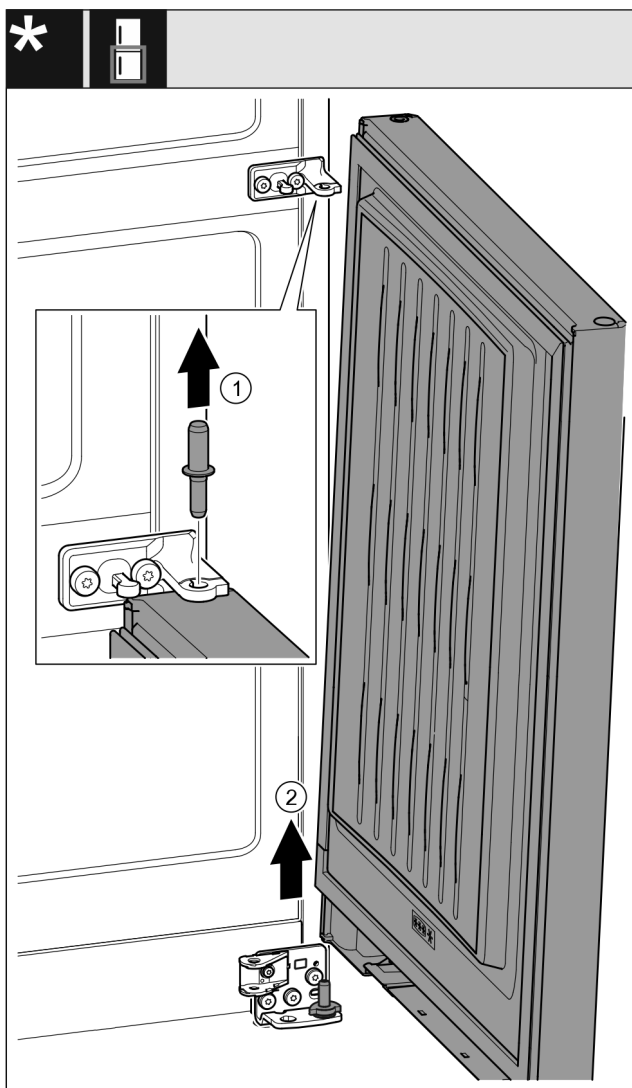

Fig. 23 *
- ▶ Extrageți în sus bolțul. Fig. 23 (1)*
- ▶ Pivotați ușa în exterior, trageți în sus și așezați-o în lateral. Fig. 23 (2)*